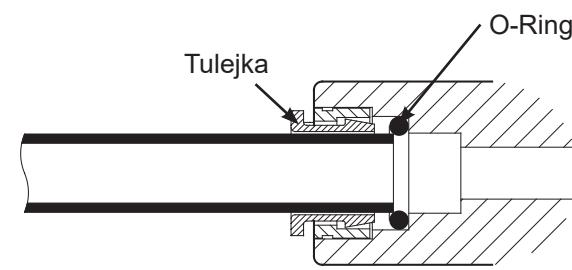

RYS. 15
- Do przycinania końcówek rurek użyj ostrego noża. Zawsze przycinaj rurki pod kątem prostym (Rys. 15).
- Sprawdź dokładnie końcówki rurek na odcinku ok. 2,5 cm, aby upewnić się czy nie ma nacięć, zadrapań lub innych uszkodzeń. W razie potrzeby rurkę należy przyciąć ponownie (Rys. 15).
**UWAGA:** Przed podłączeniem rurek usuń z otworów i wyrzuć ochronne zatyczki piankowe (Rys.15).
3. Obetnij końcówkę rurki pod kątem prostym (Rys. 15).
6. Ustal wymaganą długość rurki i obetnij jej końcówkę pod kątem prostym. (Rys. 15).
3. Obetnij końcówkę rurki pod kątem prostym. Patrz rys. 15.
3. Ustal wymaganą długość rurki i obetnij jej końcówkę pod kątem prostym (Rys. 15).